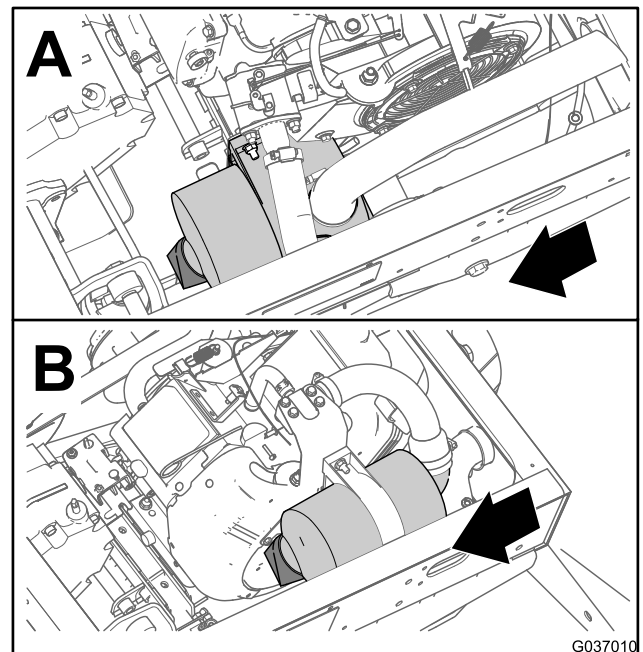
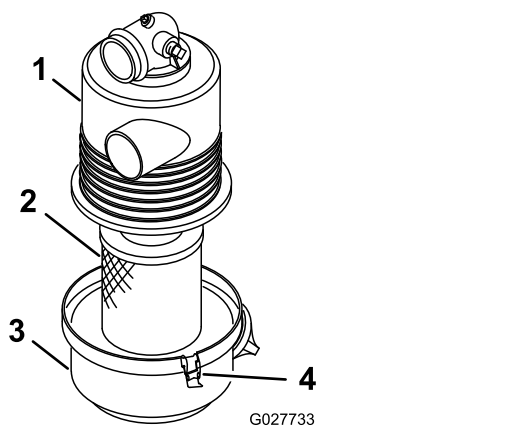

Figure 36
Figure 37
2. Vérifiez si le boîtier du filtre à air présente des dommages susceptibles d'occasionner des fuites d'air (Figure 36 et Figure 37).
- Desserrez les dispositifs de verrouillage qui fixent le couvercle sur le boîtier du filtre à air (Figure 37).
- Séparez le couvercle du boîtier du filtre à air et nettoyez l'intérieur du couvercle (Figure 37).
- Insérez l'élément filtrant dans le boîtier du filtre à air (Figure 37).
- Alignez le couvercle du filtre à air sur le boîtier du filtre à air (Figure 37).
- Fixez le couvercle au boîtier avec les dispositifs de verrouillage (Figure 37).